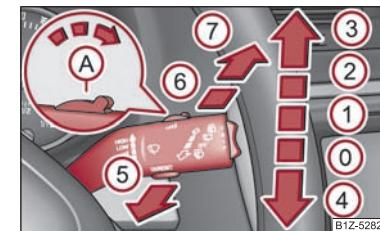

Fig. 4 Alavanca do limpapárabrisas
Quando a alavanca do limpapárabrisas estiver na posição ② ⇒ fig. 4 e/ou ③, a uma velocidade acima de 5 km/h o limpador do vidro traseiro faz em cada 30 segundos e/ou 10 segundos um processo de limpar.